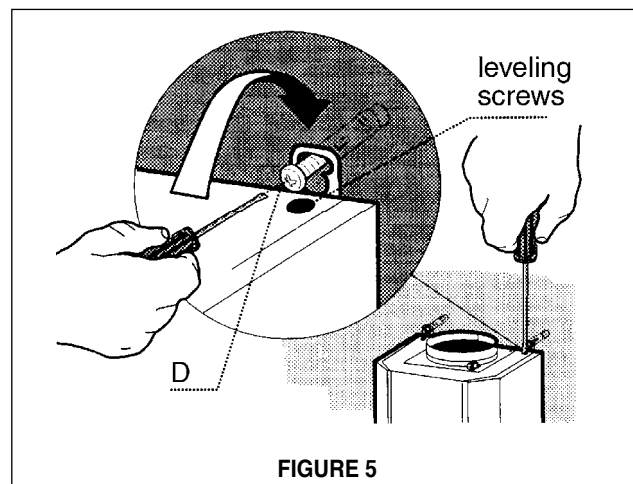

FIGURE 5
1. Avant d'accrocher la HOTTE, serrer les deux vis situées sur les points d'accrochage de la HOTTE (**FIGURE 5**).
2. Accrocher la HOTTE aux VIS DE FIXATIONS (D de la **FIGURE 5**) prévues à cet effet. Serrer définitivement les VIS DE FIXATIONS.